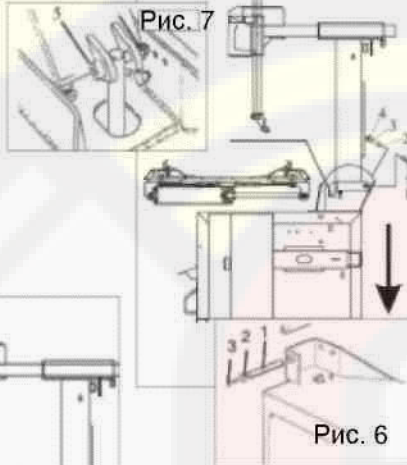
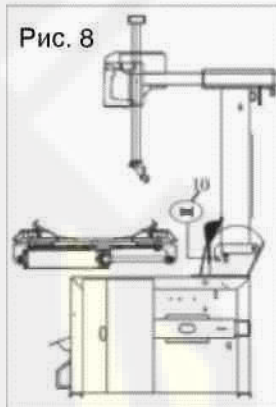

Рис. 7
Рис. 8
- Прикрепите цилиндр регулятора наклона к стойке с помощью штифта (5) и шайбы (6), как показано на рис. 7.
- Навинтите гайку (7).
- Затяните болт и шайбу (10) для крепления пластикового чехла, как показано на рис. 8.
- Установите лопатку (R) на штангу отжимного устройства, предварительно поместив шайбу (15) внутрь штанги и шайбу (16) снаружи.